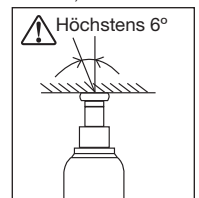

Abb. 4 – Geneigte Last
**WARNUNG:** Während des Hebbers darf die Lastneigung 6 Grad nicht übersteigen. Siehe Abb. 4.